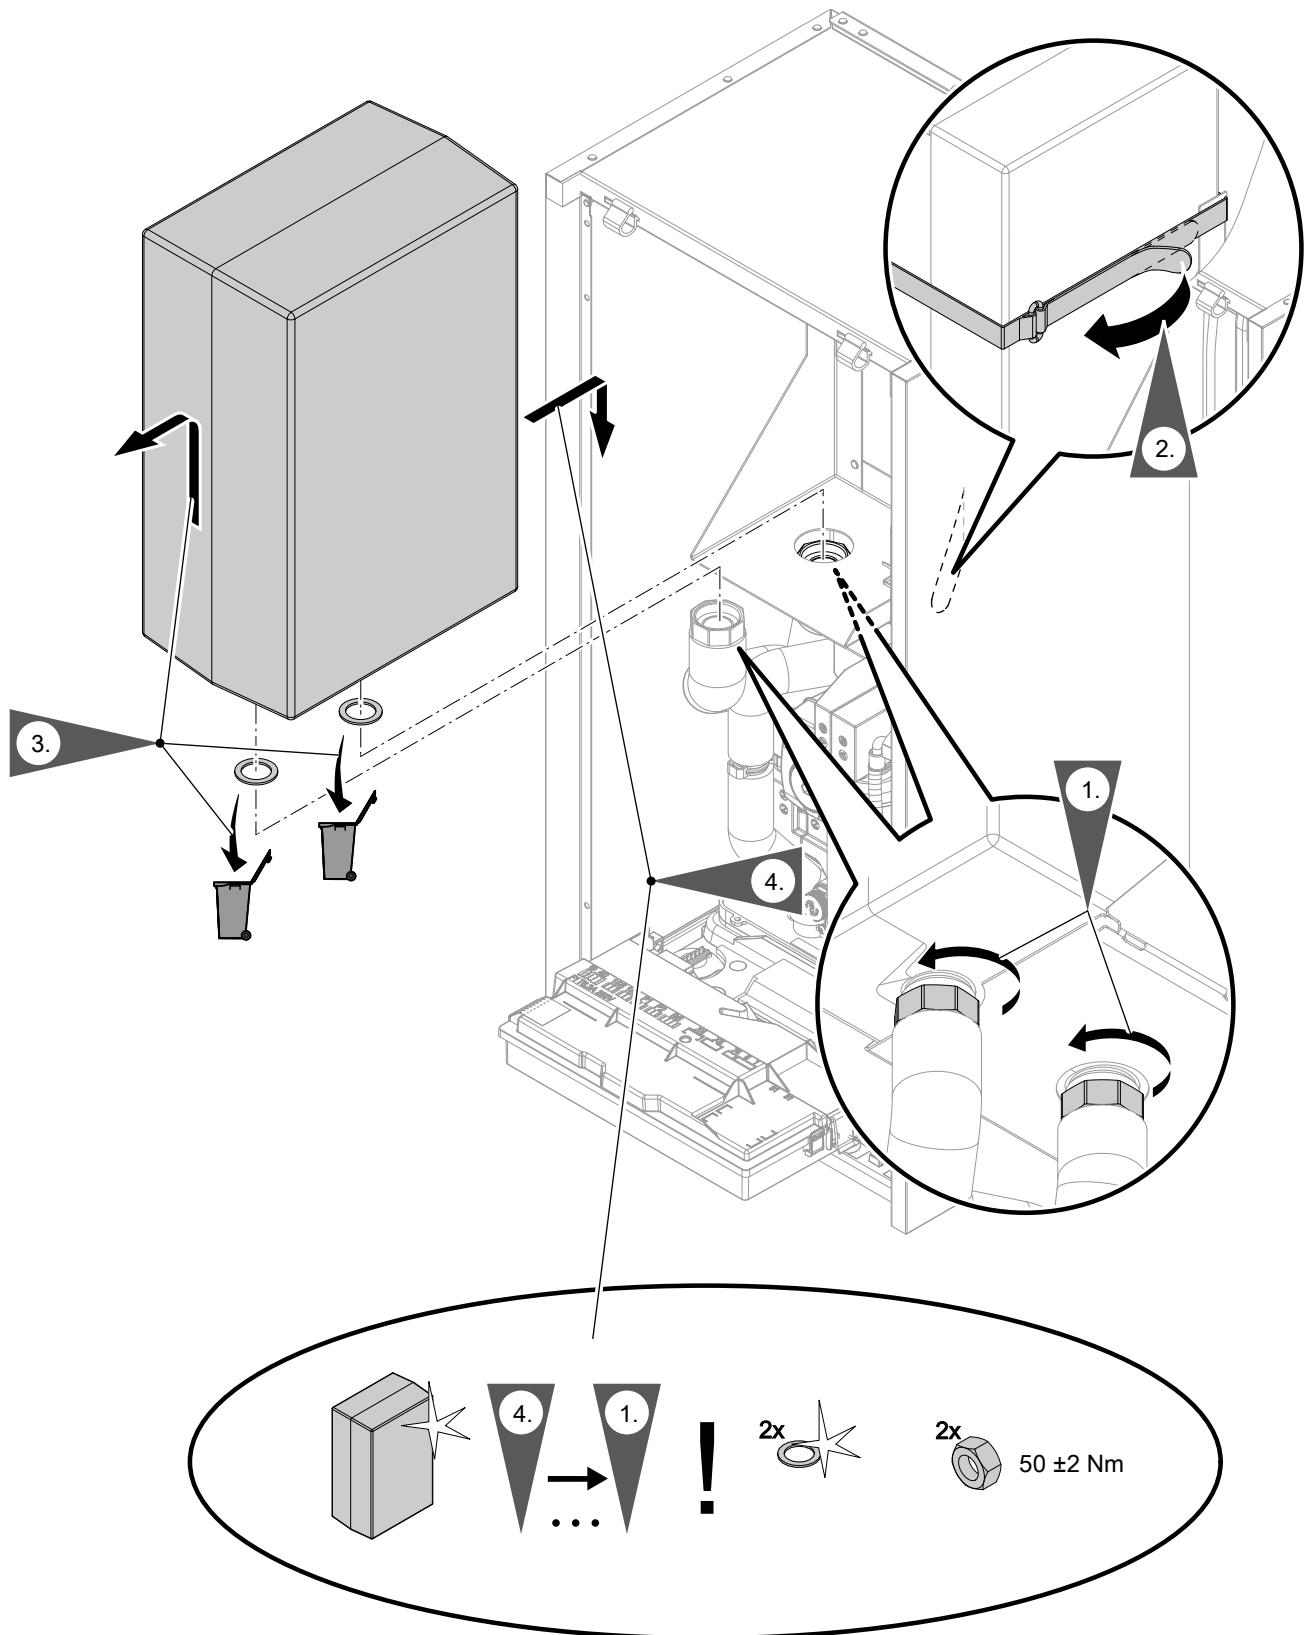

Abb. 81
- Integrierter Pufferspeicher: Siehe Abb. 81.